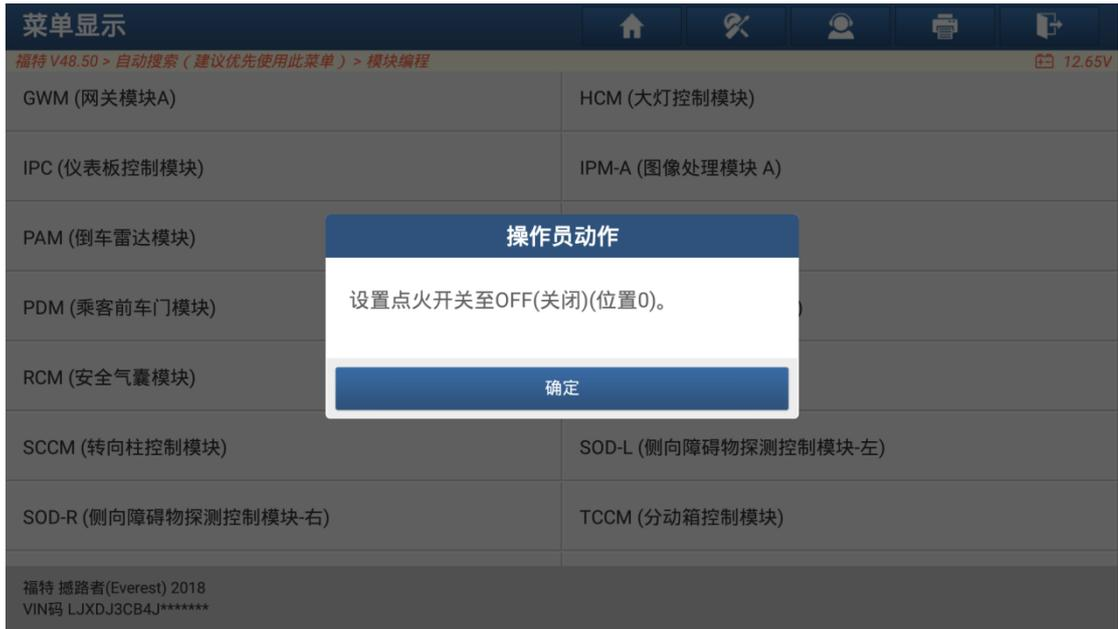
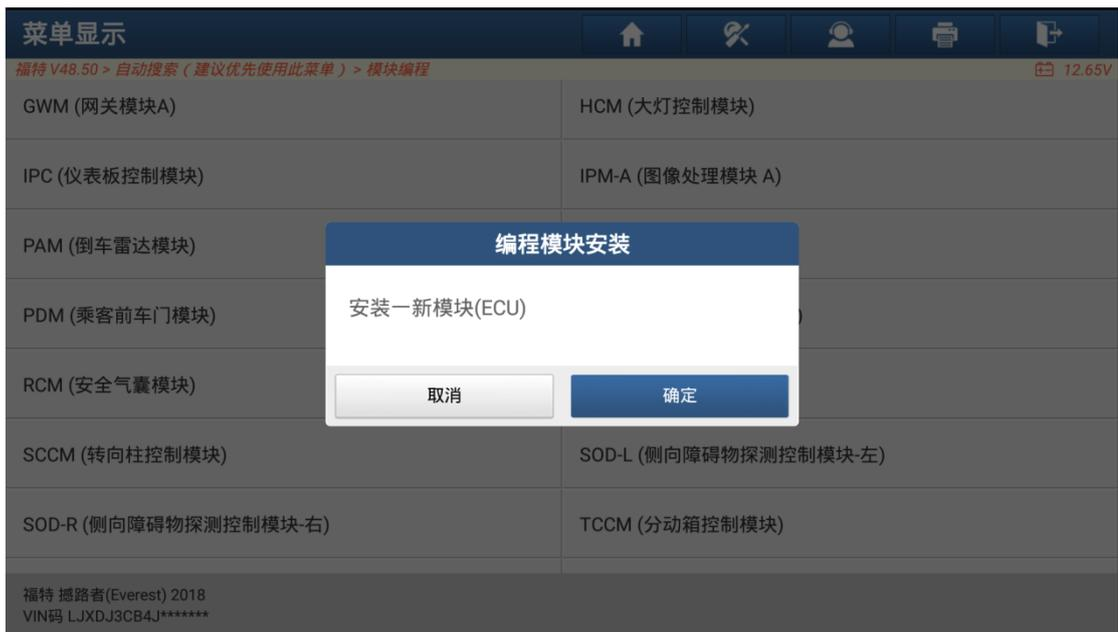

图 C15
图 C16
12. 点火开关打到关闭，安装一块新 PSCM 模块（图 C15，图 C16）